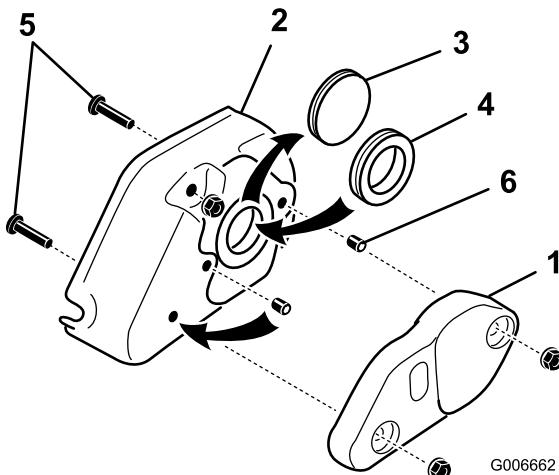

Figura 28
31. Retire las 2 tuercas con arandela prensada de $5/16"$ que sujetan el contrapeso del acondicionador a la cubierta del acondicionador y retire el contrapeso (Figura 28).
32. Retire el disco de goma de la cubierta y sustitúyalo con el anillo de goma (Figura 28).
33. Retire los 2 tornillos de 5/16" x 1-1/4" enroscados en la cubierta (Figura 28).
34. Retire el tornillo de fijación del taladro central de la cubierta del acondicionador (Figura 28). Instale este tornillo de fijación y el tornillo de fijación incluido con el kit en los taladros usados anteriormente para los tornillos de montaje de la cubierta. Aplique Loctite a los tornillos de fijación antes de la instalación. Asegúrese de que los tornillos de fijación están enrasados con la cubierta.